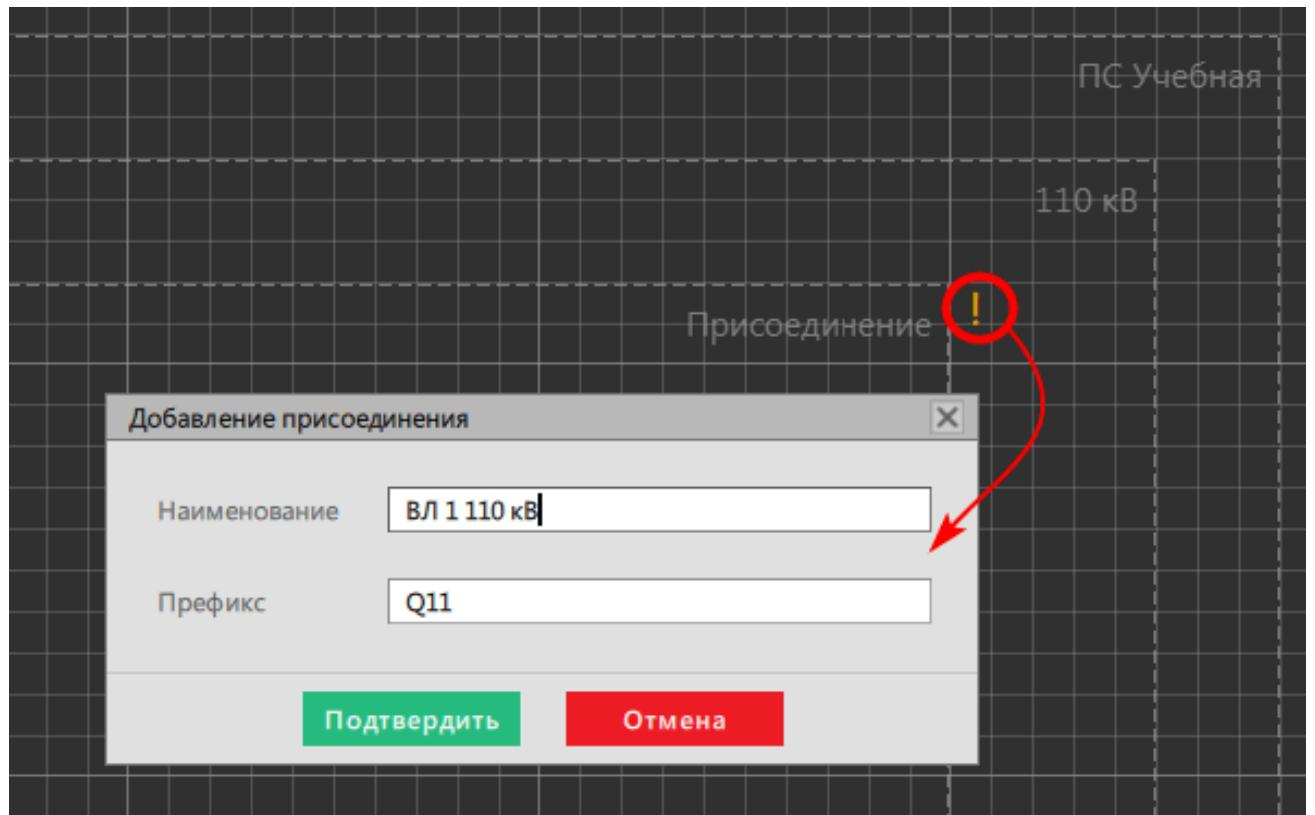

Рисунок 364 - Добавление присоединения
7. Выделите область в редакторе внутри уровня напряжения из п.5, нажмите на ! с зажатой клавишей Alt и задайте наименование присоединения (Рисунок 364).